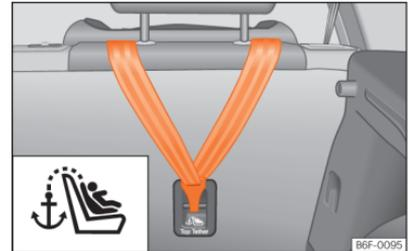
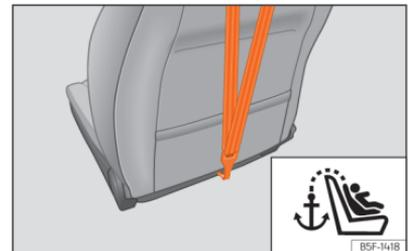

Abb. 49 Rückseite der Rücksitzbank: Halteösen für den Top Tether Haltegurt.
Abb. 50 Rückseite der Beifahrersitzlehne: Verankerung für den Top Tether Haltegurt.
- Den Haltegurt verschieben und ordnungsgemäß an der Verankerung des hinteren Teils der Rücklehne befestigen »» (Abb. 49) , »» (Abb. 50).